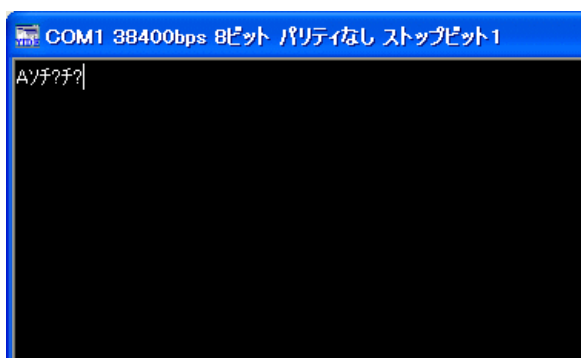

図 19 デバッグモニタの動作確認画面
5. デバッグモニタが正常に動作している場合、製品の電源を入るとターミナル画面に“A リ”と表示されます。パソコンの[Enter]キーを押すと、図 19 のように“ち?”が表示されます。